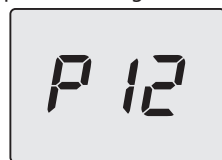

Figura 5.52
- Scorrere i vari parametri utilizzando i tasti 17 (indietro) o 19 (avanti) fino a far apparire sul display LCD le lettere **P12** che si alternano con il valore del parametro (Figura 5.52).